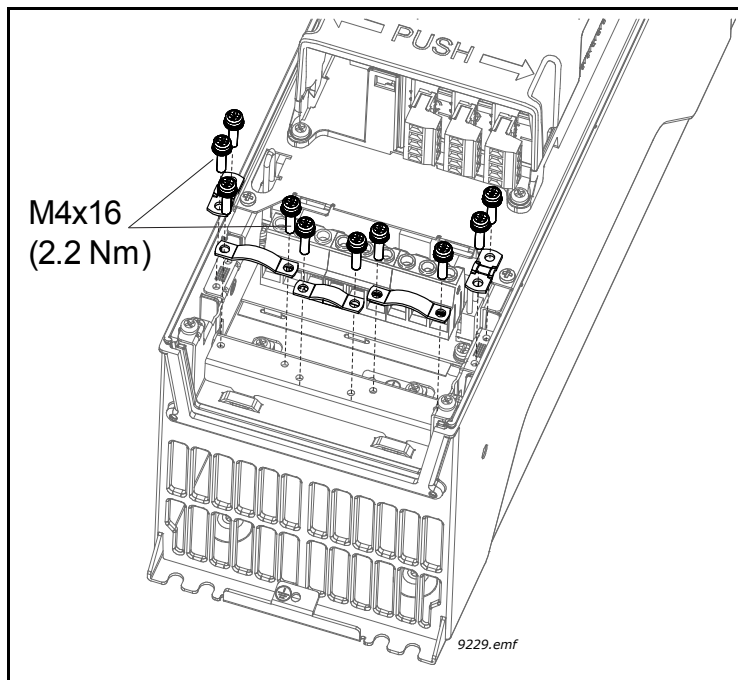
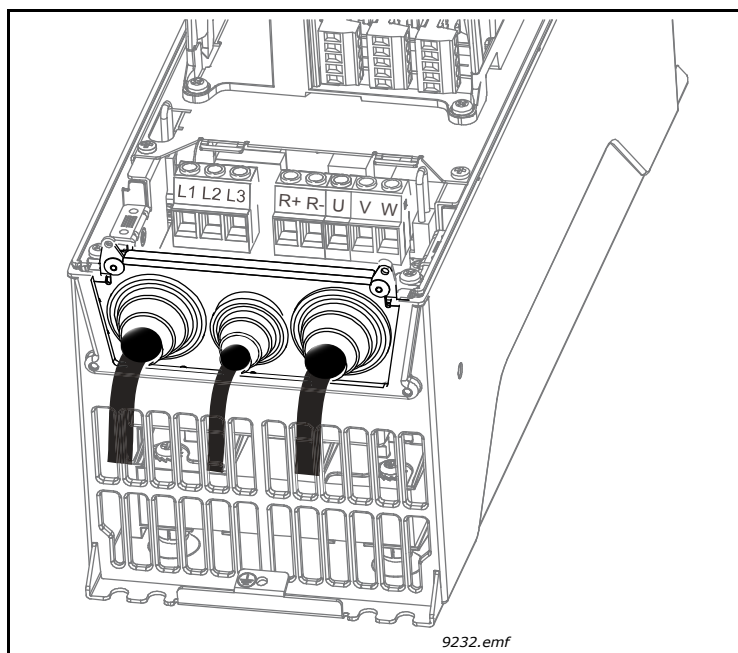

Рис. 30. Снятие кабельных зажимов
Рис. 31. Панели для кабельных вводов и кабели
**6** Снимите кабельные зажимы и зажимы для заземления (Рис. 30) и поместите плату ввода с кабелями в пазы в корпусе привода переменного тока (Рис. 31).